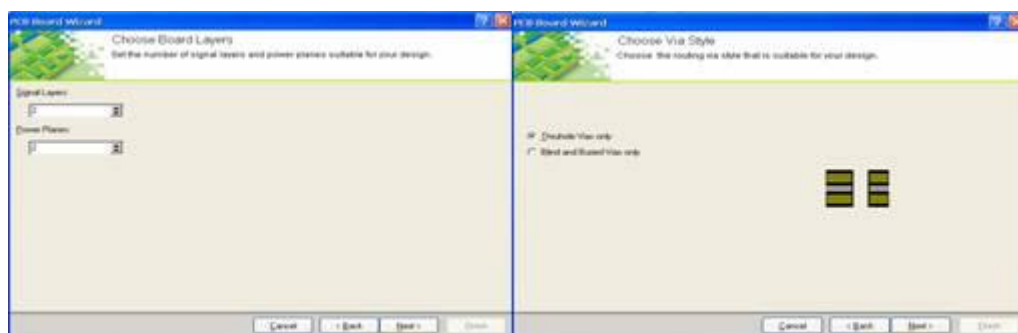

图 5 — 25 PCB 板信号层和电源层数目设置 图 5 — 26 PCB 过孔类型设置
(7) 单击 Next 按钮，进入下一个界面，设置元件的类型和表面粘着元件的布局，如图 5 — 27 所示。